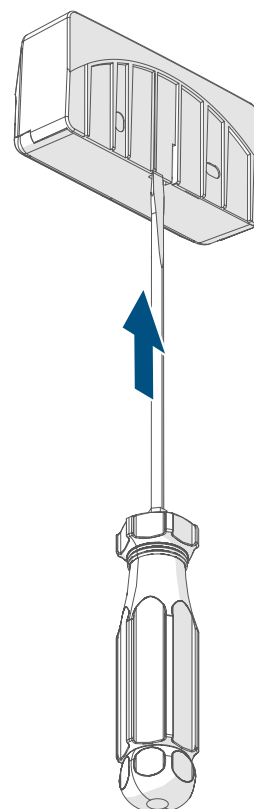

Figura 2
- Presione ligeramente hacia atrás la lengüeta situada en la parte posterior del soporte de pared (A) (si es necesario, utilice un destornillador de ranura) para soltar la unidad electrónica (C) del soporte de pared (→véase la figura 2).
- Saque la pila agotada del compartimento de las pilas (D).